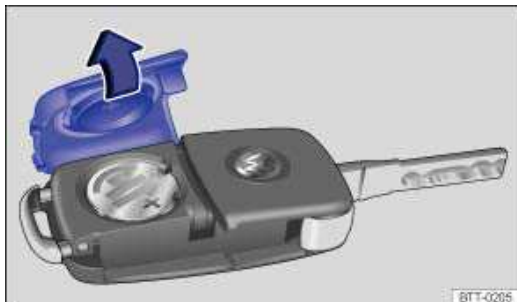

Abb. 24 Fahrzeugschlüssel: Abdeckung für Batteriefach öffnen.
- Abdeckung auf der Rückseite des Fahrzeugschlüssels → Abb. 24 in Pfeilrichtung abnehmen →  .
- Abdeckung wie gezeigt ansetzen → Abb. 24 und entgegen der Pfeilrichtung auf das Fahrzeugschlüsselgehäuse drücken, bis sie einrastet.